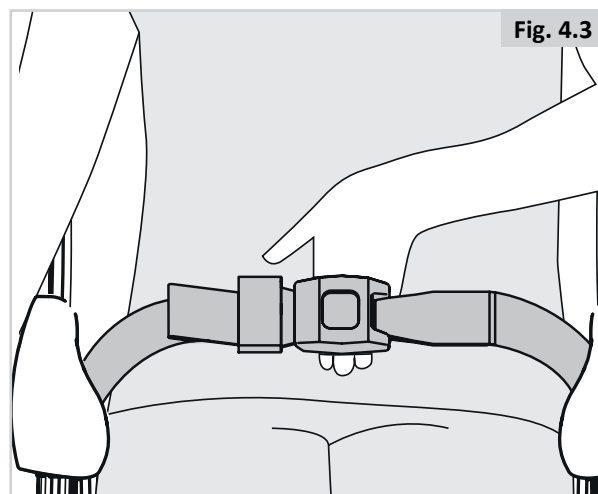

Fig. 4.3
- Per comodità e sicurezza regolare la cintura in modo che vi sia lo spazio sufficiente per inserire una mano (Fig. 4.3).